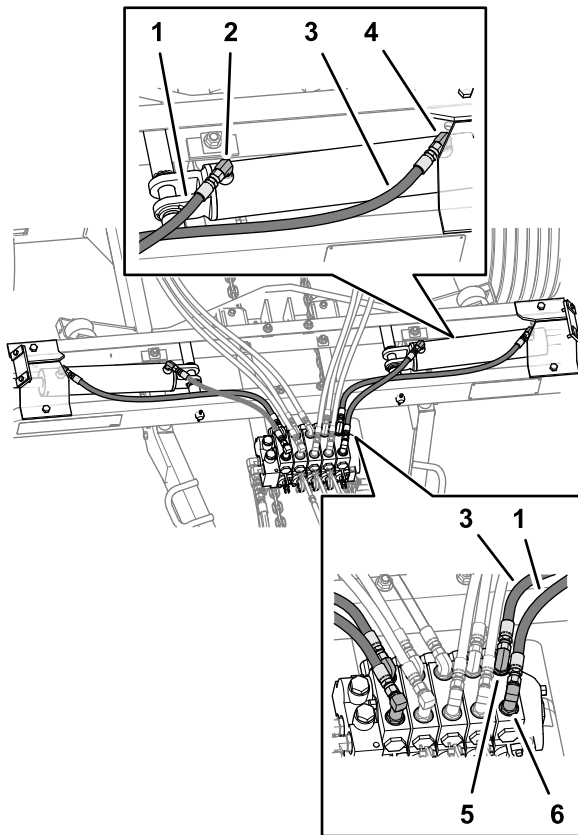

Figura 18
2. Instale la manguera corta entre el acoplamiento de 90° largo de la válvula de control y el acoplamiento de 90° del orificio de retracción del cilindro de elevación (Figura 18).